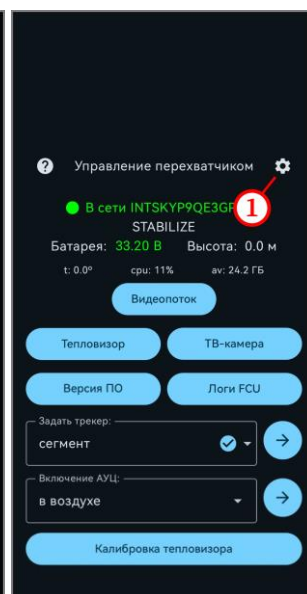

Рисунок 61
- перейти в настройки по нажатию кнопки  (рисунок 61, шаг 1);